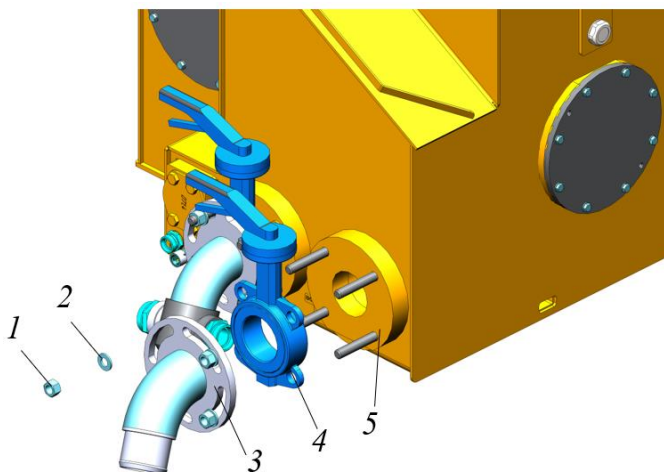

Рисунок 5.98. Процедура сборки затвора на баке
- ▶ Используя гайки 1 с шайбами 2 закрепить затворы 4 (не затягивать) между фланцев 3 и 5, рис. 5.98.
В момент затягивания гаек 1 не закрывать затвор 4, так как это может привести к пережатию седлового уплотнения с последующим заклиниванием диска и потерей герметичности, рис. 5.98.
- ▶ Затяжку гаек 1 производить равномерно крест-накрест до соприкосновения поверхности фланцев 3 и 5 с корпусом затвора 4 по всей его окружности, рис. 5.98.